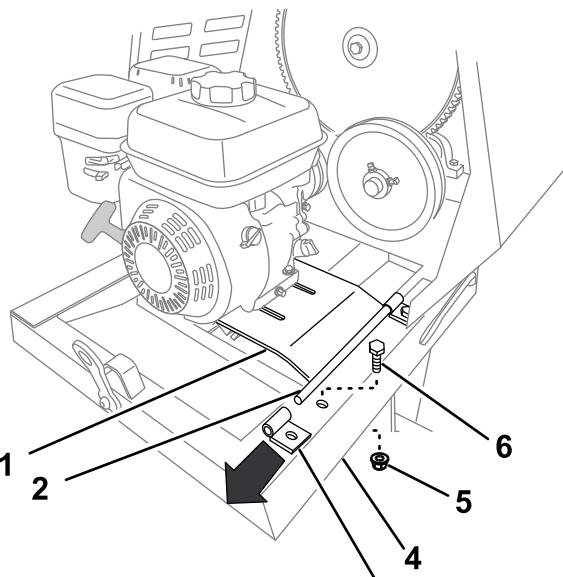

Figura 48
8. Retire el perno y la tuerca que fijan el soporte trasero de la bisagra de la chapa del motor al bastidor de la máquina (Figura 48).
9. Tire hacia arriba del borde trasero de la chapa del motor y retire el soporte de la bisagra (**Figura 48**).
6. Sujete el soporte trasero al bastidor de la máquina usando el perno y la tuerca (Figura 48) que retiró en el paso 8 de Cómo retirar el motor \(página 34\).